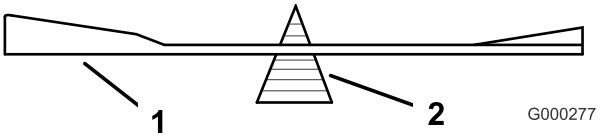

図 80
2. ブレード・バランサー(図 80)を使ってバランスを調べる。ブレードが水平に停止す